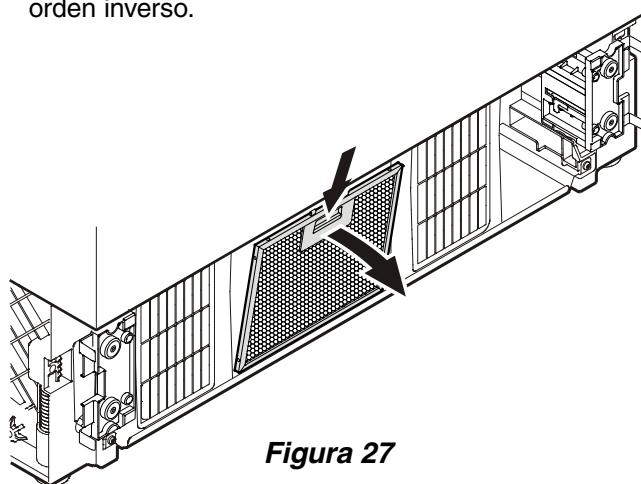

Figura 27
- Presione el botón del filtro de aire, inclínelo hacia adelante y retírelo - **Figura 27**.